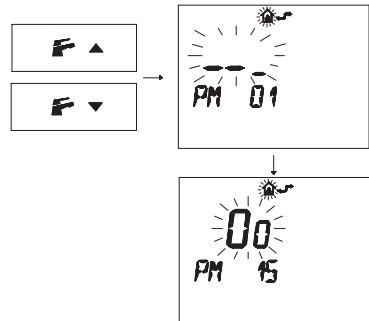

Figura 5.21
- Pulse los botones **F** ▲ o **F** ▼ para acceder al ajuste "PM15" de habilitación de la sonda externa (Figura 5.21).